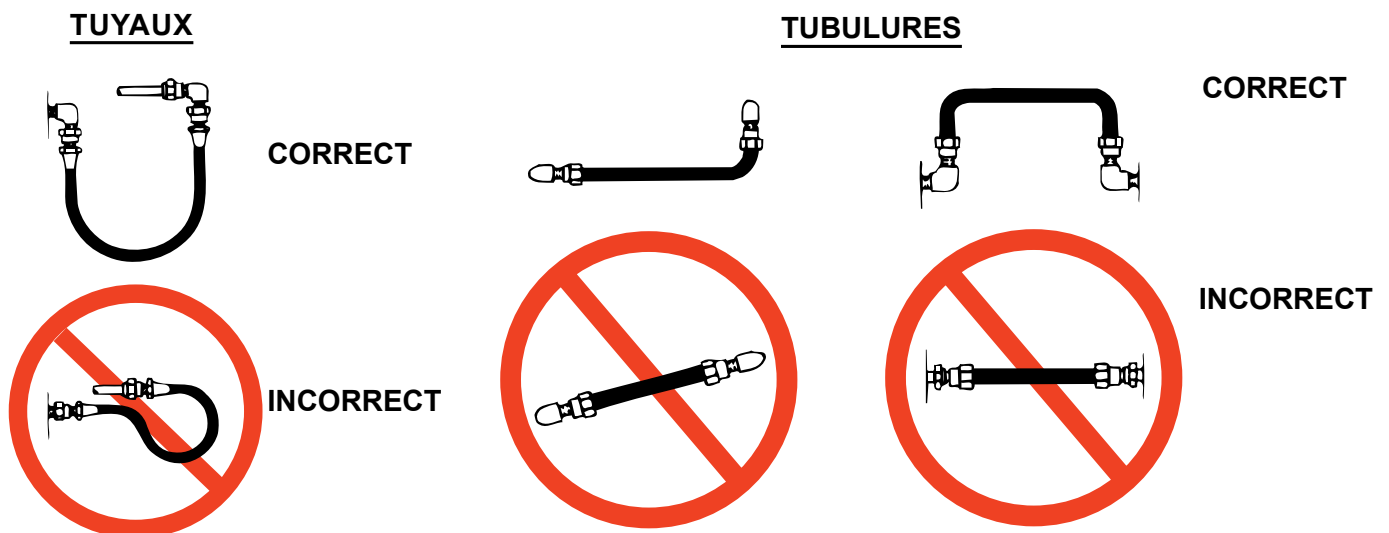

Fig. 1. Raccords de Tuyaux et Tubulures
- Dans les canalisations courtes, éviter les connexions droites qui s'opposent à la dilatation ou la contraction sous l'effet des changements de température ou de pression. Voir figure 1. « Raccords des Tuyaux et Tubulures » à la section « Raccords Hydrauliques » de ce formulaire.